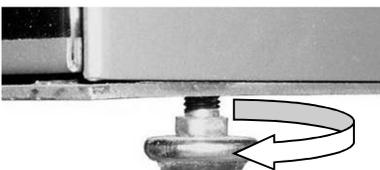

Abbildung 25: Stellfüße Ego
- 3.** Die beiden vorderen Stellfüße durch Drehen so verstellen (Abbildung 25), dass sich die Anzeige der Wasserwaage wie in Abbildung 23 dargestellt, einstellt.